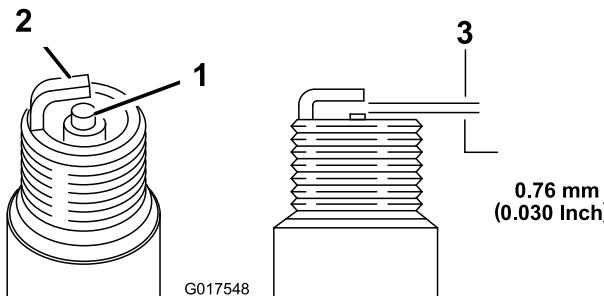

Figura 22
5. Defina folga na vela para 0,76 mm (Figura 22).